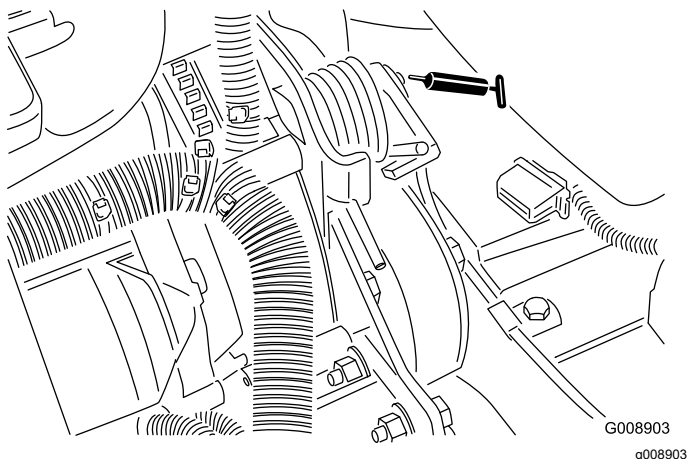

Figure 62
- Pivot de tension de courroie (Figure 62)